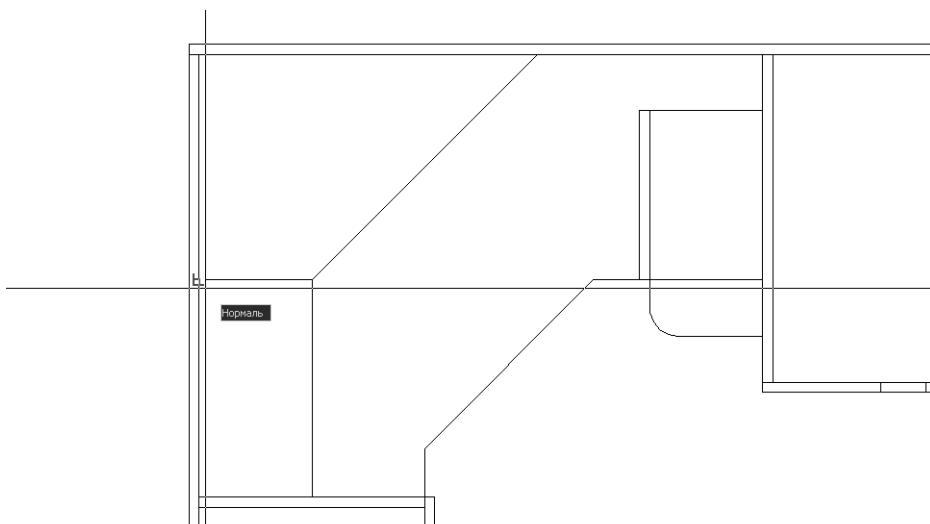

Рис. 5.3 ▼ Привязка второй точки горизонтальной линии к точке падения перпендикуляра
6. Переместите указатель-перекрестье влево так, чтобы он оказался поблизости вертикальной линии контура левой боковой стенки рабочей зоны. Как только AutoCAD распознает точку падения перпендикуляра (рис. 5.3),